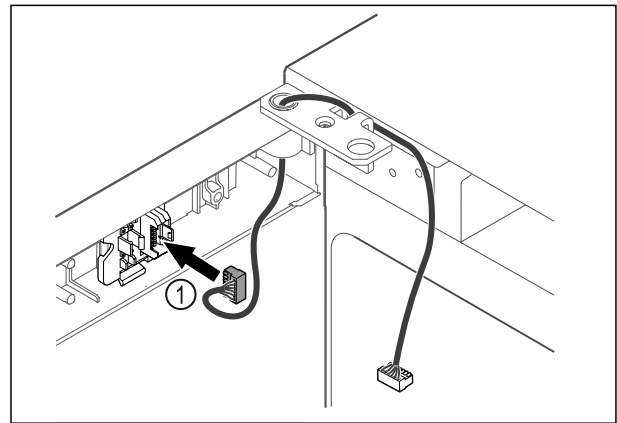

Fig. 63
- ▶ Вставьте штекер Fig. 63 (1) в держатель.